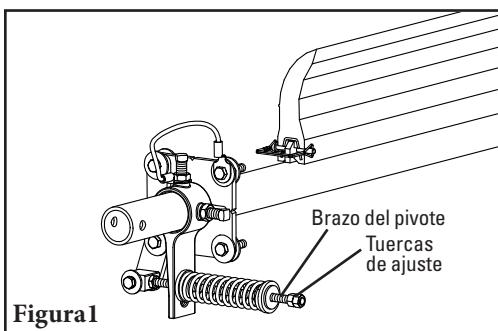

Figura 1
1. **Elimine la tensión.** Afloje las tuercas de ajuste en ambos lados y gírelas hasta que estén al ras con los extremos de los brazos de pivote (Figura 1). Esto libera la tensión de la hoja en la banda.